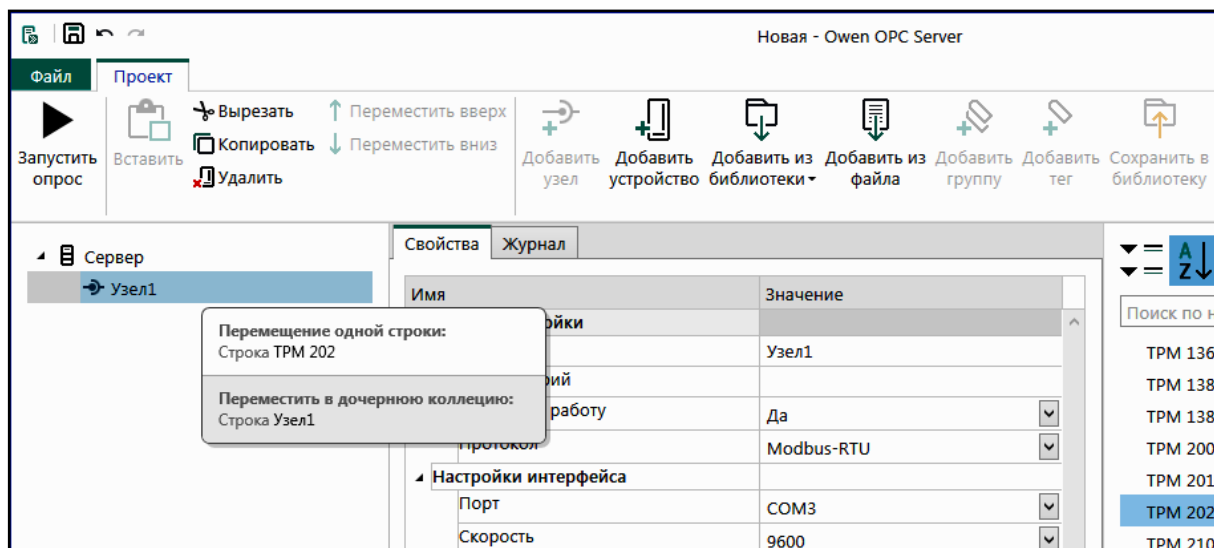

Рис. 8. Добавление устройства в коммуникационный узел
5. Добавить необходимое устройство с помощью меню: *Добавить из библиотеки* → *Регуляторы* → *TRM202* или через контекстное меню: *Добавить* → *Устройство из библиотеки* → *Регуляторы* → *TRM202*. Устройство будет добавлено в дерево объектов. Можно также перетащить нужное устройство из библиотеки в созданный узел (рис. 8) левой клавишей мышки.